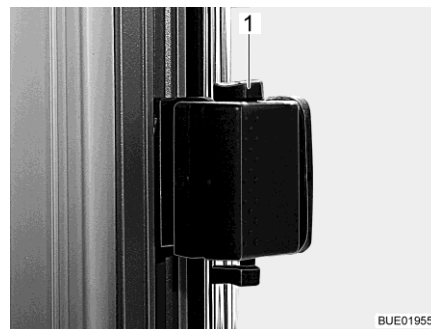

Fig. 76 Fenêtre coulissante, déverrouillée
- Pousser le verrou (Fig. 76,1) vers le haut.